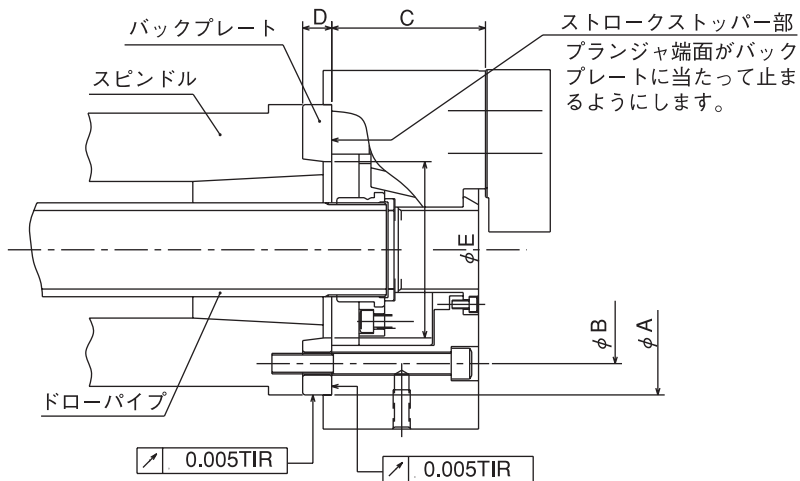

図 17
- 図 17 は JIS ショートテーパー規格の場合である。
- バックプレートはプランジナットを引いた際に、プランジナット端面がバックプレートに当たって止まるような寸法（図 17 の寸法  $\phi E$ ）とすること。ストロークが規定よりも大きくなると、チャックの破損や把握不良の原因となる。